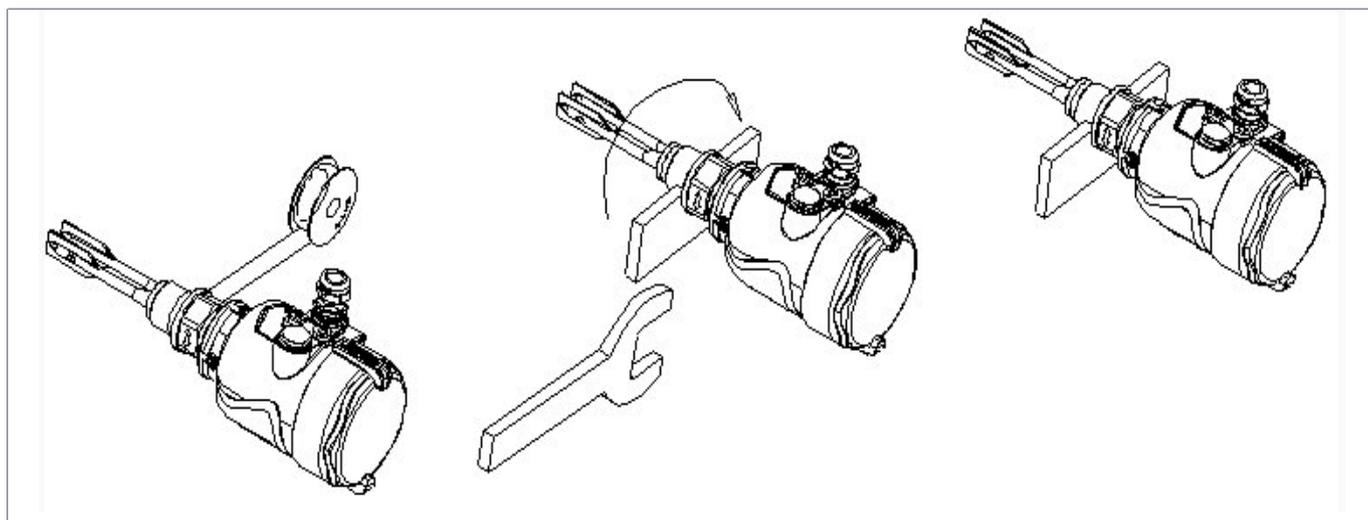

Рисунок 15 – Рекомендации по монтажу
- при монтаже сигнализатора уровня с резьбовым технологическим присоединением следует использовать соответствующий инструмент и гаечные ключи; запрещается выполнять монтаж сигнализатора, используя для этой цели корпус сигнализатора уровня (см. рисунок 15);